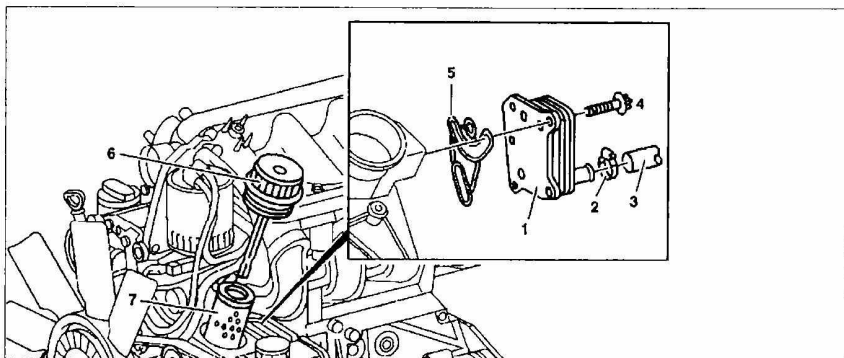

Рис. 50. Снятие и установка масляного радиатора:
2. Открутите крышку **6** масляного фильтра (рис. 50). Извлеките фильтрующий элемент **7** после того, как масло стечет в поддон.